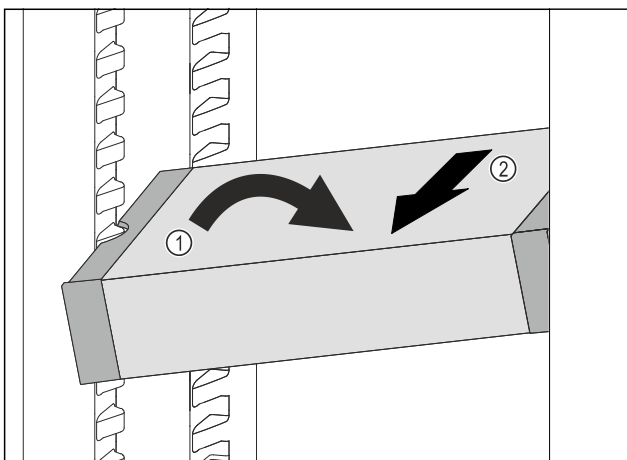

Fig. 109
- ▶ VarioSafe im Kühlteil schräg stellen. Fig. 109 (1)
- ▶ VarioSafe nach vorne entnehmen. Fig. 109 (2)